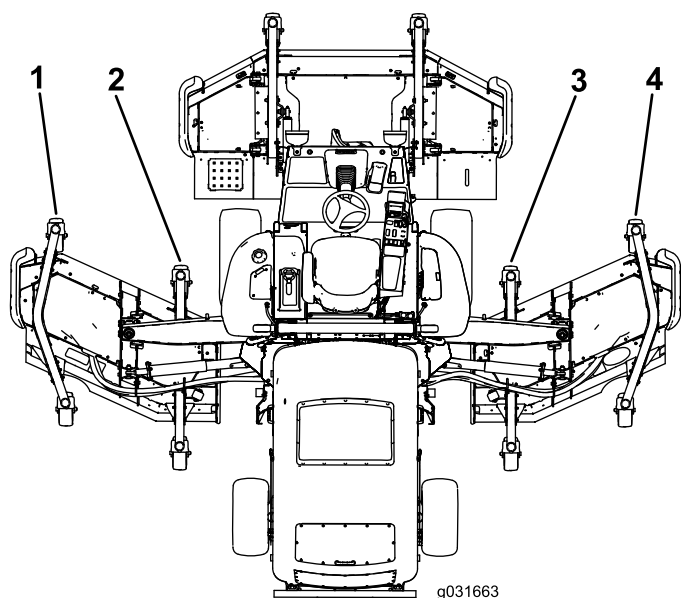

Figure 32
5. Si le bord intérieur du plateau de coupe latéral est trop élevé par rapport au bord extérieur du plateau de coupe avant, retirez une cale au bas du bras pivotant intérieur avant du plateau latéral (Figure 31 et Figure 32).
- Si le bord intérieur est encore trop élevé, retirez une cale supplémentaire au bas du bras pivotant intérieur avant et une cale du bras pivotant extérieur avant du plateau de coupe latéral (Figure 31 et Figure 32).
- Si le bord intérieur du plateau de coupe latéral est trop bas par rapport au bord extérieur du plateau de coupe avant, ajoutez 1 cale au bas du bras pivotant intérieur avant du plateau latéral (Figure 31 et Figure 32).